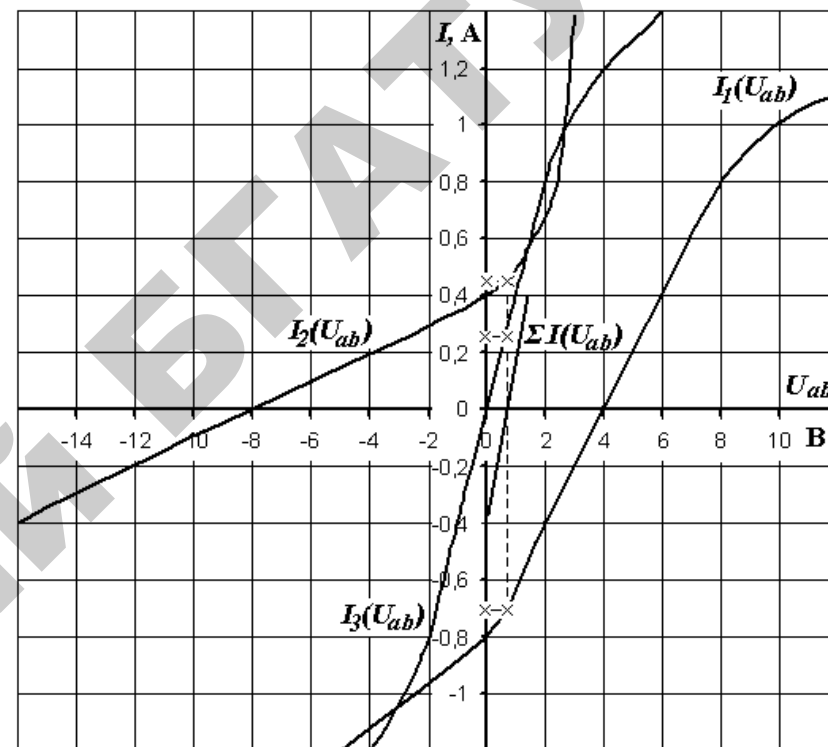

Рис. 2.4
3. Строим вольт-амперные характеристики ветвей  $I_1(U_{ab})$ ,  $I_2(U_{ab})$ ,  $I_3(U_{ab})$  (рис. 2.4). Из выражений (2.3), (2.4), (2.5) следует, что характеристика  $I_1(U_{ab})$  есть характеристика  $I_1(U_1)$ , но смещенная вправо на величину  $E_1=4$  В, характеристика  $I_2(U_{ab})$  – это характеристика  $I_2(U_2)$ , но смещенная влево на  $E_2 = 8$  В, характеристика  $I_3(U_{ab})$  есть характеристика  $I_3(U_3)$ .
4. Суммируем токи (ординаты) характеристик  $I_1(U_{ab})$ ,  $I_2(U_{ab})$ ,  $I_3(U_{ab})$ , для чего произвольно задаемся значением  $U_{ab}$ , по характеристикам  $I_1(U_{ab})$ ,  $I_2(U_{ab})$ ,  $I_3(U_{ab})$  находим соответствующие значения токов  $I_1$ ,  $I_2$ ,  $I_3$  и получаем характеристику  $(I_1 + I_2 + I_3) = f(U_{ab})$  (рис. 2.4).
6. По характеристикам  $I_1(U_{ab})$ ,  $I_2(U_{ab})$ ,  $I_3(U_{ab})$  определяем искомые токи при найденном значении  $U_{ab} = 0,7$  В (рис. 2.4):